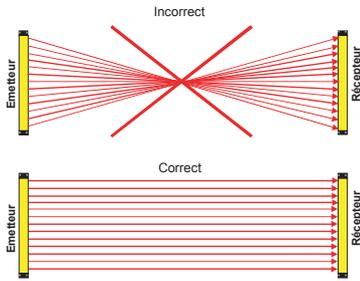

Figure 11 : Configuration de l'émetteur / récepteur
Remarque également que les câbles de raccord de l'émetteur et du récepteur doivent toujours être situés du même côté du champ de protection. Dans le cas contraire, une partie non protégée du champ de protection restera dangereuse (Figure 11).
2. Vérifier que l'émetteur et le récepteur sont orientés dans la même direction. L'extrémité des composants reliée au câble connecté au module de surveillance MSR 42 doit être située du même côté du champ de protection. Il est interdit de monter la barrière GuardShield Micro 400 à un angle de 180° (Figure 11).